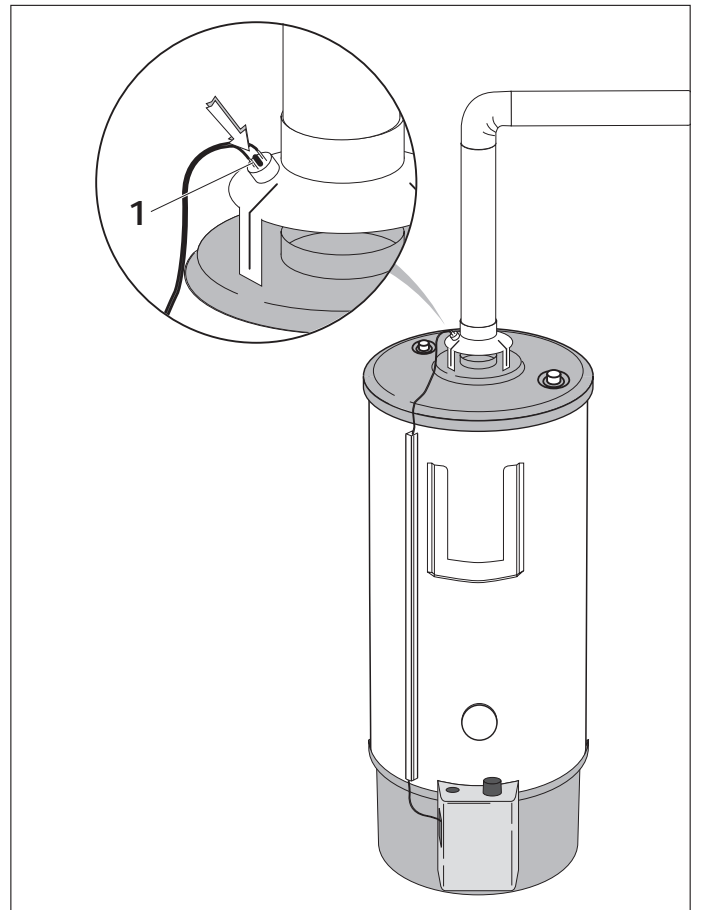

Abb. 16 Abgassensor entriegeln
- Stift am Abgassensor eindrücken (Abb. 16, Position 1)